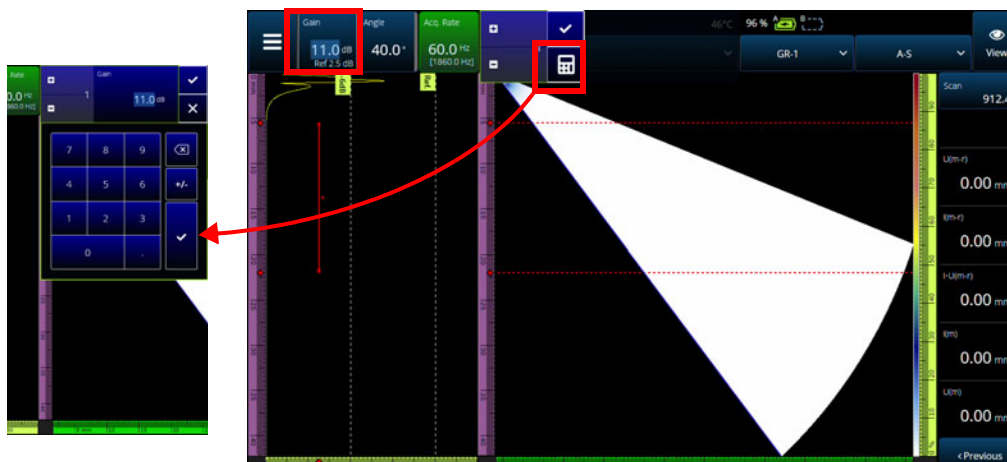

図 2-10 上下の矢印またはキーパッドを使用したパラメーターの調整
1. パラメーターをタップします（43 ページの図 2-10）。